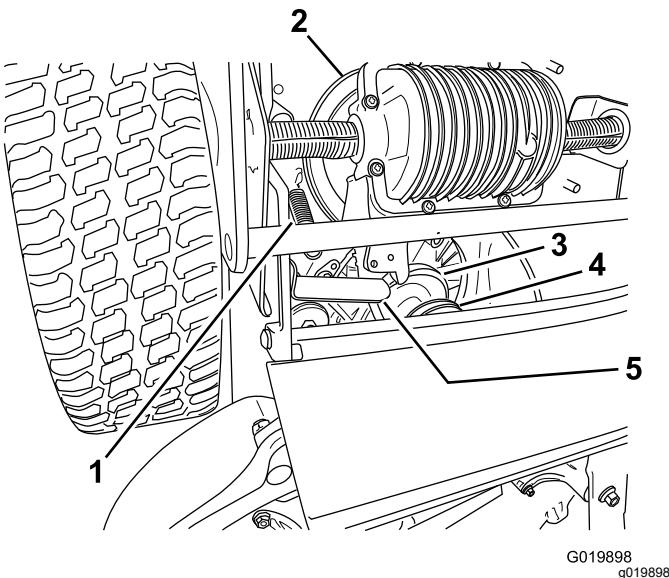

Figura 41
8. Mueva la pestaña hacia delante (Figura 41).